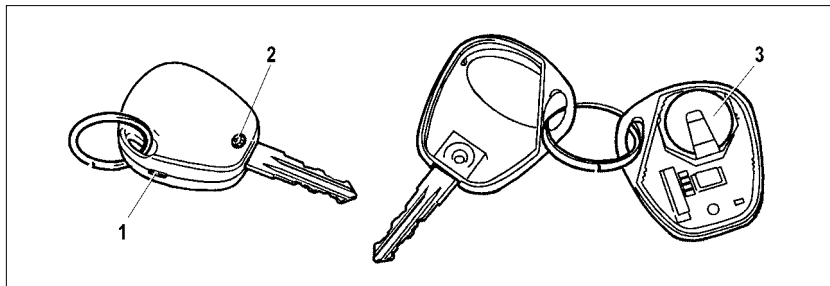

Рис. 52. Замена элемента питания пульта дистанционного управления
– выкрутите винт 2 (рис. 52) со